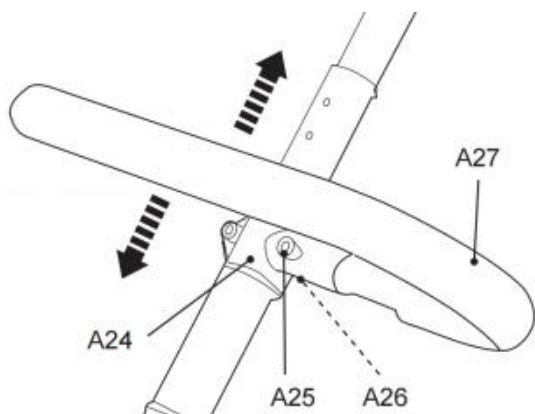

Fig. 35
2. Faites glisser le support (A24) vers le haut ou vers le bas jusqu'à l'une des trois positions jusqu'à ce que les trous de montage soient alignés (Fig. 35).